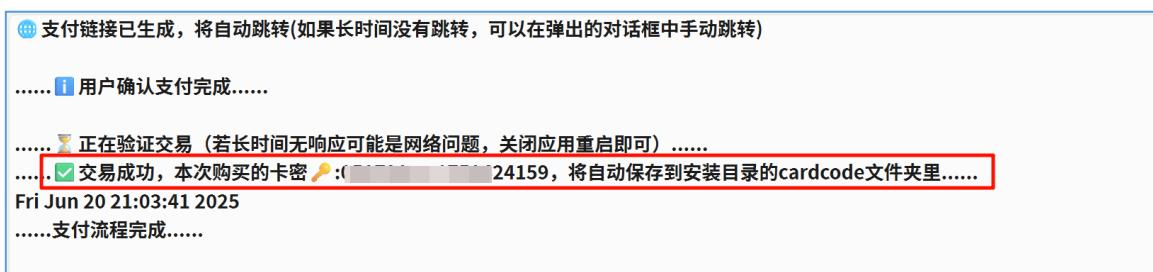

图 3-7 消息面板获得卡密
- b) **消息面板**。您完成了“支付确认”对话框后，并验证您成功支付后，我们会将您购买的卡密发送到消息面板（如图 3-7 所示）；